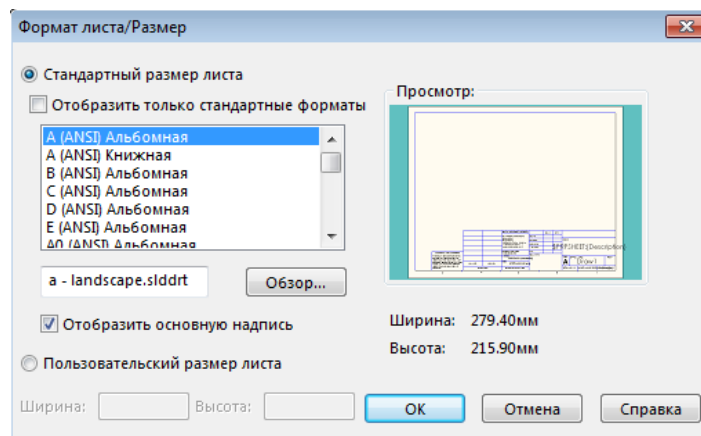

Рисунок 4.23 – Формат оформлення креслення
2. Перед вами з'явиться стандартне вікно вибору формату листа для креслення (рис.4.23).